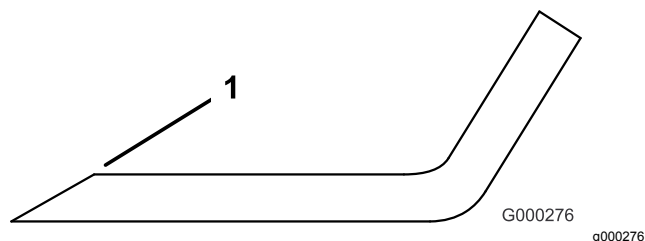

Figure 104
3. Examinez les tranchants de toutes les lames et aigüez-les s'ils sont émoussés ou ébréchés (Figure 104).
Remarque: N'aigüez que le haut du tranchant et conservez l'angle de coupe d'origine pour obtenir une coupe nette (Figure 104). Limez la même quantité de métal sur chacun des deux tranchants pour ne pas déséquilibrer la lame.